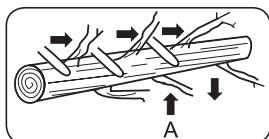

Рис. 11
Обрубка ветвей – это отрезание ветвей уже поваленного дерева. Не отрезайте ветки, поддерживающие ствол и непозволяющие ему скатиться (A), пока не распишите ствол пополам. (Рис. 11).